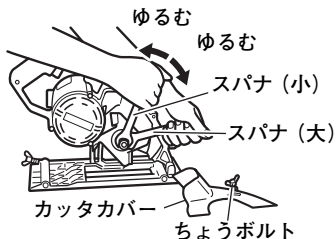

図 23
カッターカバーをはずし、付属のスパナ2本を使い、大きいほうのスパナをワッシャ (B) の切欠部に掛け、小さいほうのスパナでナットをゆるめます。(図23)